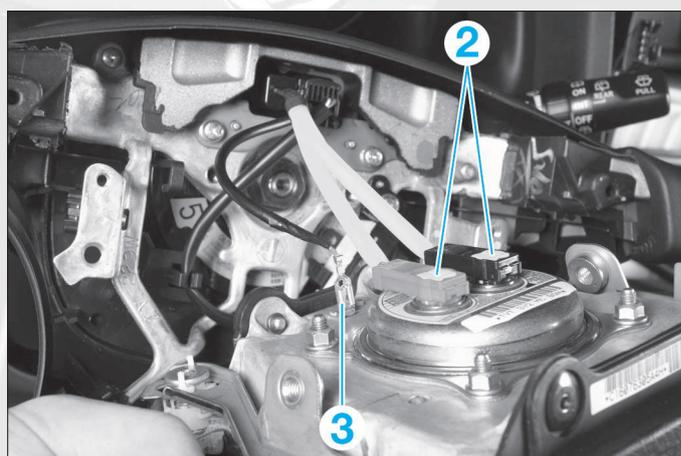

FIG. 2
- A l'aide d'un tournevis fin et plat, soulever les agrafes (2) pour déverrouiller les connecteurs puis les débrancher (**fig. 2**).
- Débrancher le connecteur (3) de l'avertisseur sonore.